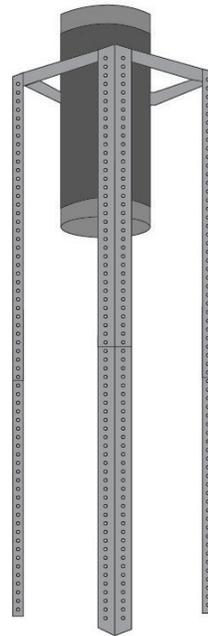

Figure 4
- Laissez le tuyau de conduit aller à l'intérieur du trou du plafond (voir Figure 4).